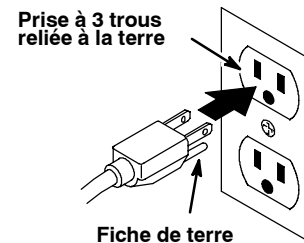

FIG. 8
2. Branchez le cordon d'alimentation dans une prise murale reliée à la terre (Figure 8).